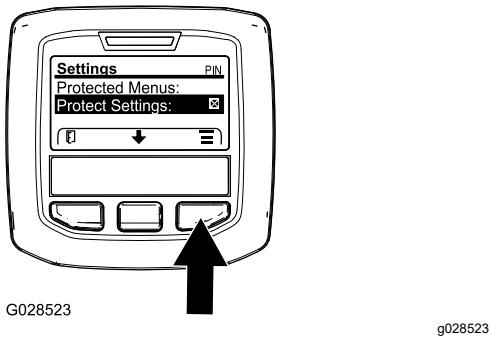

Bild 37
1. Navigieren Sie vom Hauptmenü mit der mittleren Taste auf das Menü EINSTELLUNGEN und drücken Sie die rechte Taste (Bild 37).